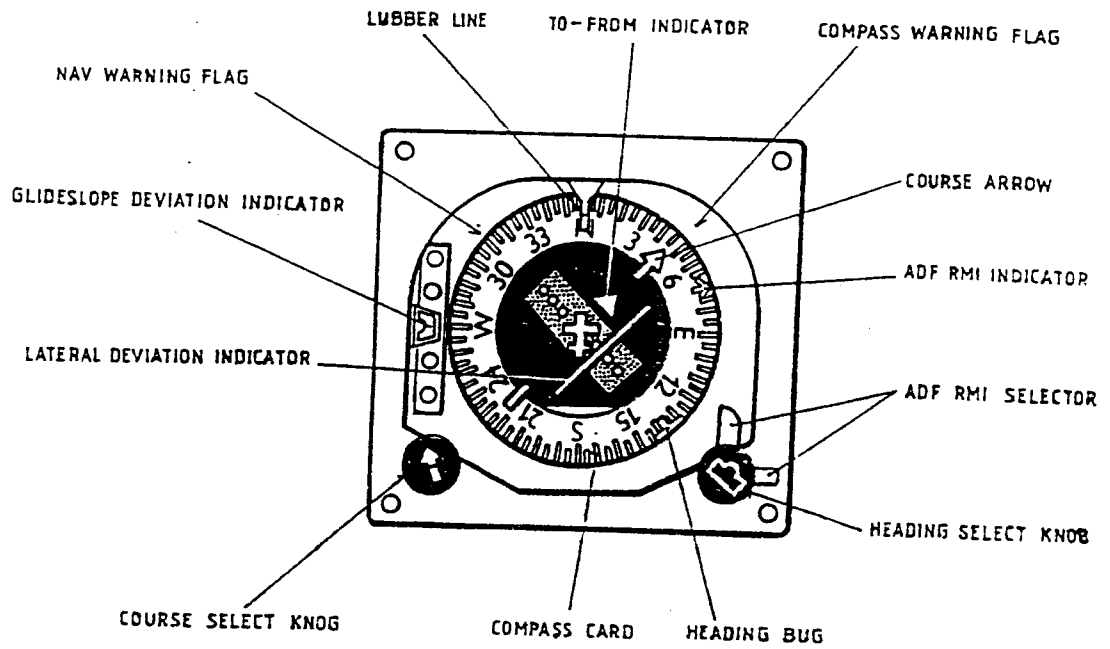

FIGURE 4-11
**PICTORIAL NAVIGATION INDICATOR /PNI/ /fig 4-11 /**